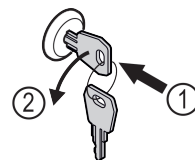

Fig. 177
- ▶ Пъхнете ключа. Fig. 177 (1)
- ▶ Завъртете го на 90° обратно на часовниковата стрелка. Fig. 177 (2)